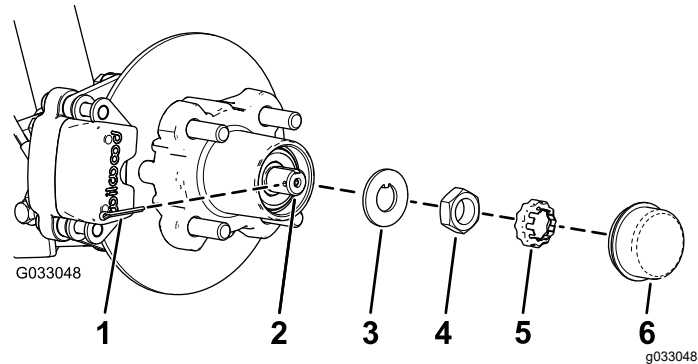
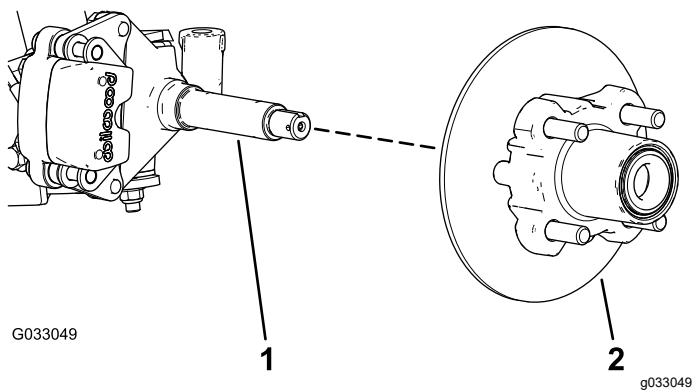

Bild 30
Bild 31
4. Nehmen Sie den Staubdeckel von der Radnabe ab (**Bild 30**).
5. Nehmen Sie den Splint und die Mutterbefestigung von der Spindel und der Spindelmutter ab (**Bild 30**).
6. Nehmen Sie die Spindelmutter von der Spindel ab und trennen die Radnabe und den Drehzylinder von der Spindel ab (**Bild 30** und **Bild 31**).